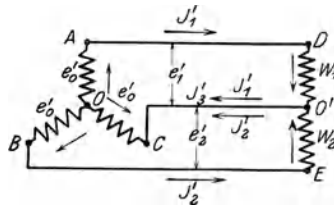
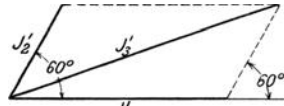

Fig. 146.
Fig. 148.
287. Die beiden induktionsfreien Widerstände $w_1 = 10$ [15] (22) Ω und $w_2 = 15$ [10] (11) Ω sind, wie Fig. 146 zeigt, mit den drei Klemmen A B C eines Drehstromgenerators verbunden, der in jeder Phase eine Spannung von 80 [127] (110) V erzeugt. Gesucht wird:
Zu b): Die Fig. 146 zeigt, daß in der Leitung $\overline{CO'}$ die geometrische Summe aus J_1' und J_2' fließt, wobei die Ströme denselben Winkel einschließen, wie die Spannungen \overline{OF} und \overline{OG} , also 60° . In Fig. 148 ist die Diagonale der gesuchte Summenstrom